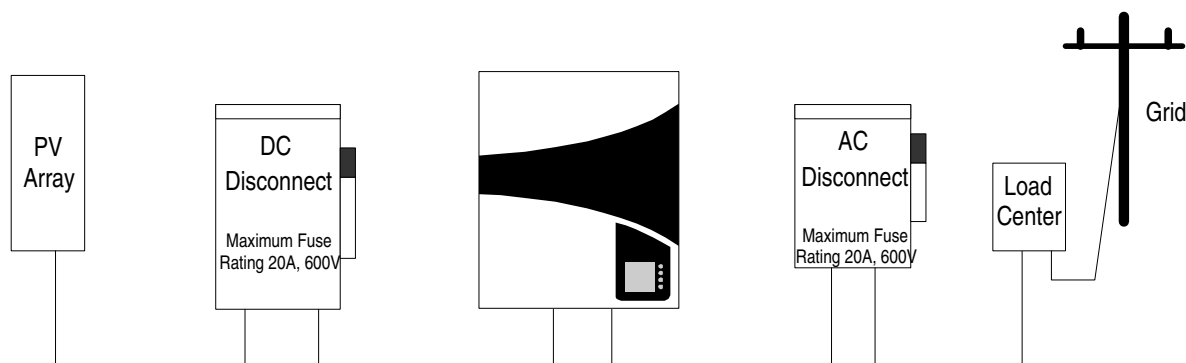

Abb. 8 Allgemeines Stromanschlussschema
**HINWEIS:** In Übereinstimmung mit dem typischen Montageschema (siehe Abb. 8) muss jeder Array an einen DC-Trenner geschlossen werden. Auch am AC-Ausgangszweig muss zwischen dem AURORA und dem Verteilernetz ein mit Sicherungen ausgestatteter Trenner oder ein Schutzschalter installiert werden. Der Einsatz von Sicherungen ist im Fall einer Montage eines zugelassenen Schutzschalters nicht obligatorisch. Die Eigenschaften der Trennvorrichtung oder des Schutzschalters sind 20 A und 240 V.